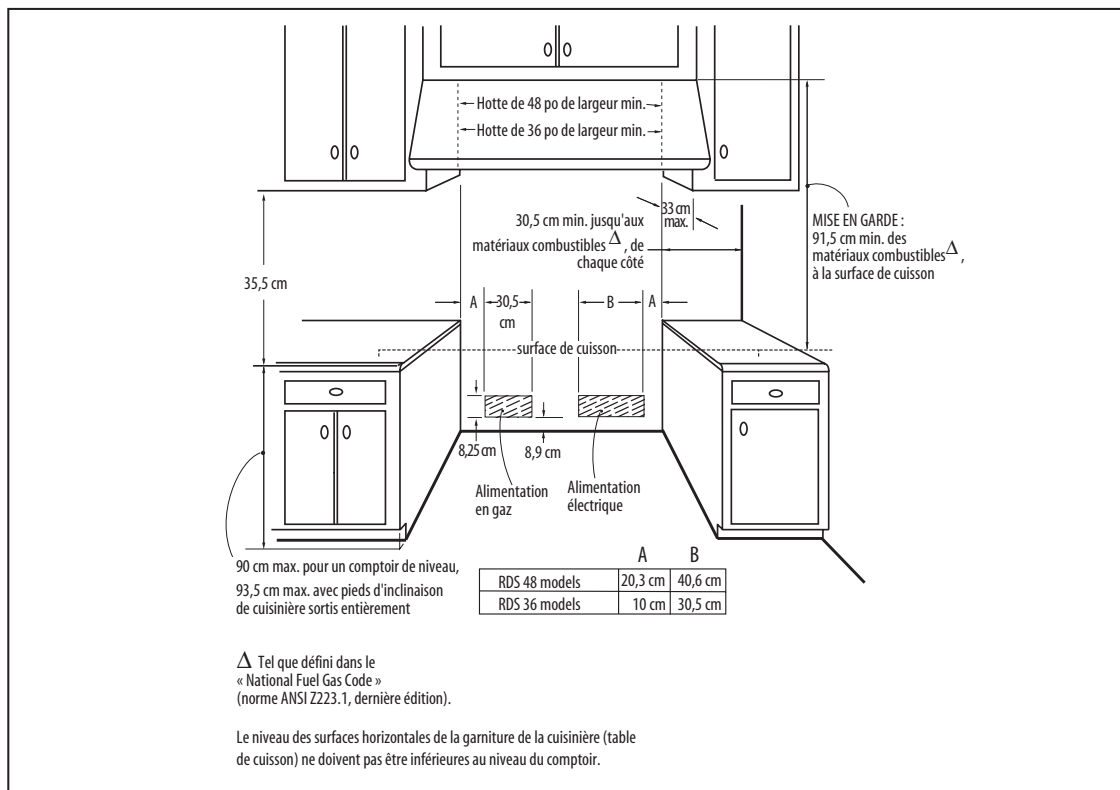

Fig. 10 Modèles RDS-36/48 seulement
- 1) La cuisinière est un appareil indépendant. Respectez les mesures de dégagement indiquées aux figures 10 (RDS-48 et 36) et 11 (RDS-305) si vous comptez la placer à côté d'armoires de cuisine. Les mêmes dégagements s'appliquent à une installation en îlot.
- 3) La source d'alimentation en gaz ou électrique doit se trouver dans les zones indiquées aux figures 10, 11 et 12.
Débranchez toujours le cordon d'alimentation électrique de la prise murale ou coupez le courant avant de manipuler l'appareil. Respectez tous les codes et réglementations en vigueur concernant la mise à la terre. S'il n'y en a pas, respectez la norme ANSI/NFPA No. 70-1990 du National Electrical Code (Code national de l'électricité). Assurez une alimentation électrique de 120/240 V, à 3 fils (plus la terre), 60 Hz, courant monophasé, sur un circuit de 50 ampères. La prise de courant doit être de type NEMA 14-50 compatible avec la fiche tripolaire avec terre fournie avec l'appareil. La source d'alimentation en gaz ou électrique doit se trouver dans les zones indiquées à la figure 10, page 11.